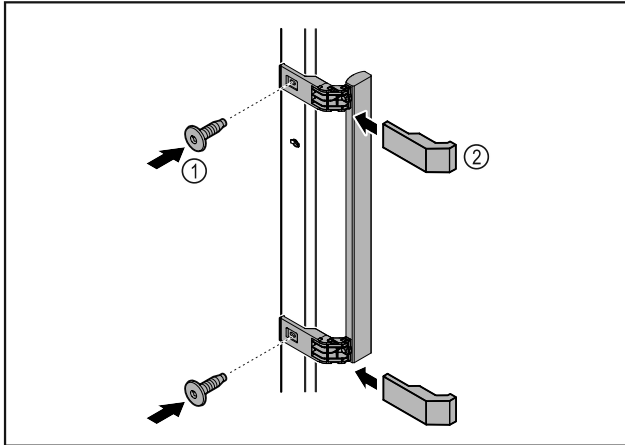

Fig. 7
- ▶ Установите винты на двери ручки из набора принадлежностей, используя прилагающиеся винты Fig. 7 (1).
- ▶ Установите облицовку Fig. 7 (2).